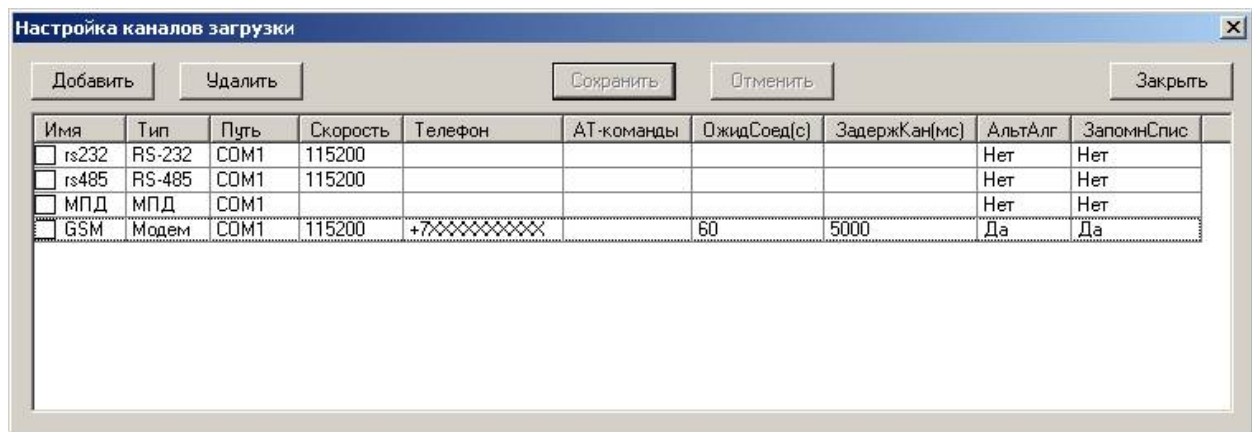

Рисунок 10-5
- нажмите на кнопку «Сохранить», новый канал загрузки будет добавлен в список каналов (см. Рисунок 10-5);